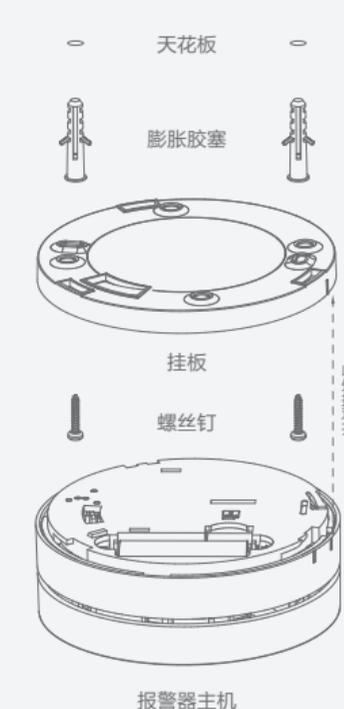

图4 产品安装示意图
**挂板安装** 产品机身侧面有两条横线, 挂板侧面有一条横线。安装时, 挂板侧面的横线对准其中一条线, 向下压的同时向另一侧横线旋转。(参见图4)
### 3 安装方法 (见图4)
- 4 | 用零件包中直径为0.3厘米的螺钉将探测器挂板按图4所示固定, 注意保证牢固不松动。安装报警器在支架上, 并旋转直至安装良好。